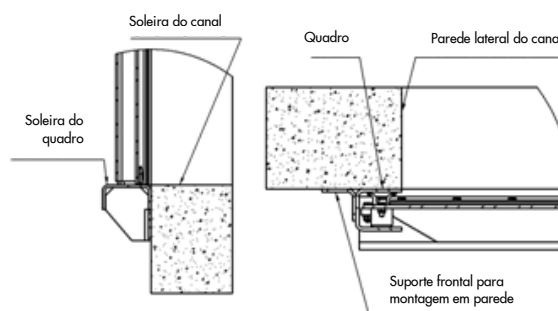

Figura 12
- Insira a unidade em sua devida posição e certifique-se de que a soleira da comporta esteja nivelada com a obra civil. Assegure-se também de que a comporta esteja centralizada em relação a abertura do canal (vide Figura 12)